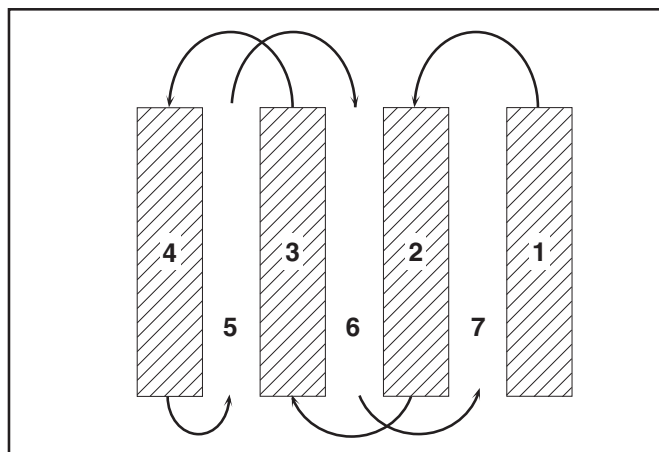

FIG. 15
- Vous trouverez le labourage beaucoup plus facile si vous laissez un sillon non bêché entre les passes. En ce temps-la retourner entre le rang de labourage (Voir la fig. 15). Il y a deux raisons pour faire ceci. Premièrement, des virages larges sont beaucoup plus faciles à prendre que faire des demi-tours. Deuxièmement, la motobineuse ne vous entraînera pas vers le rang bêché qui est le plus proche.